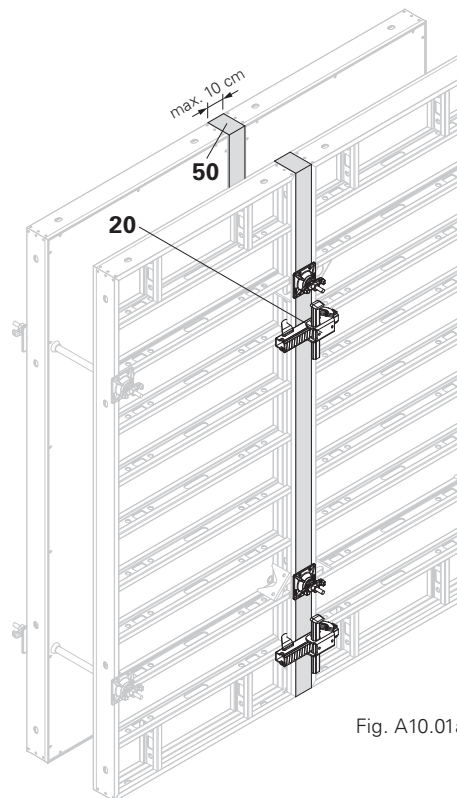

Fig. A10.01a
- Bois  $\leq 10$  cm avec pince DRS (20) (Fig. A10.01a)